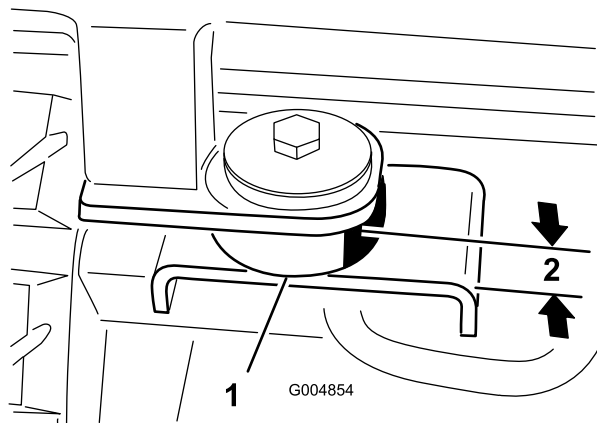

**Рисунок 115**
38. Затяните болты и гайки, которые крепят задние крепления кабины к стойкам конструкции ROPS (Рисунок 115).